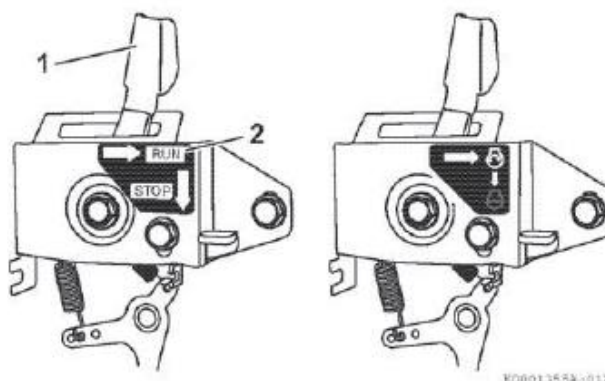

Рисунок 4
2. Если используемый регулятор оборотов двигателя аналогичен регулятору, изображенному на **Рисунке 4**, перевести рычаг регулятора оборотов двигателя (позиция 1, Рисунок 4) в положение RUN (РАБОТА) (позиция 2, Рисунок 4).